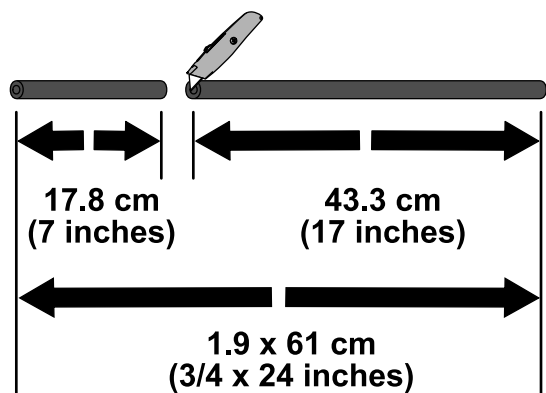

Рисунок 4
- Отмерьте 17,8 см от конца шланга размером 1,9 x 61 см и отметьте эту точку (Рисунок 4).